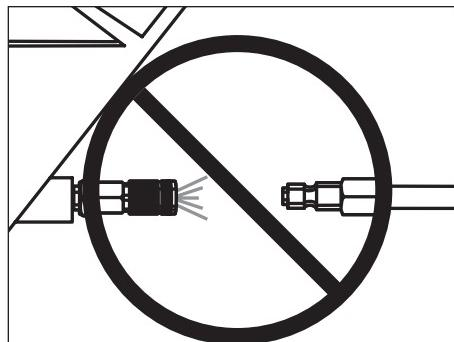

Figure 2
*Toujours installer un raccord ou un tuyau de raccord sur ou près de l'outil afin que tout air comprimé de l'outil soit déchargé au moment où l'on débranche le raccord ou le boyau. Ne pas utiliser un clapet ni autre raccord qui permet que l'air reste dans la clouseuse. Cela peut entraîner des blessures graves ou mortelles. Voir Figure 2.*